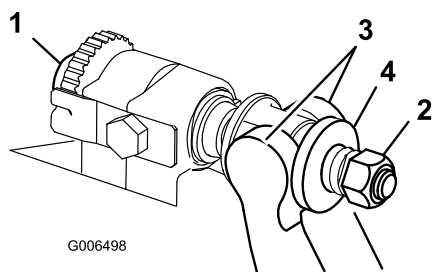

Figura 26
- Rode os parafusos de ajuste da barra de apoio no sentido contrário ao dos ponteiros do relógio, para afastar a lâmina de corte do cilindro (Figura 26).
- Faça recuar a porca da mola tensora até que a anilha deixe de estar sob tensão contra a barra de apoio (Figura 26).